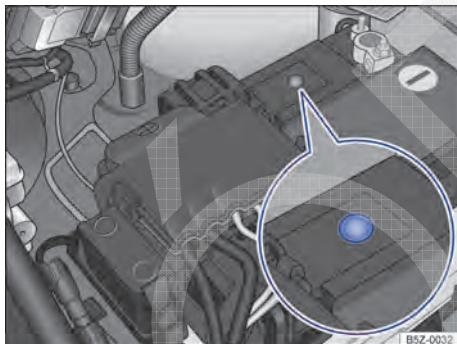

Fig. 159 No compartimento do motor: exemplo de posição do visor no lado superior da bateria do veículo.
- O visor redondo → **Fig. 159** na parte superior da bateria do veículo muda de cor conforme o nível do eletrólito.